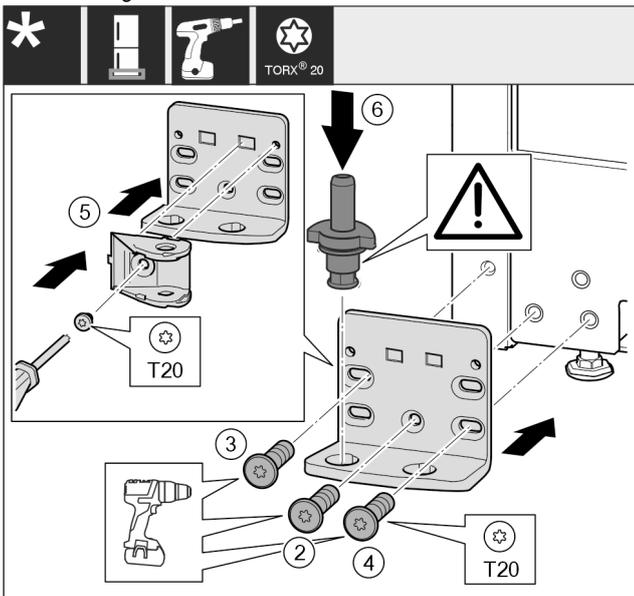

Fig. 39
- ▶ 将托架安装到另一侧，并借助螺丝刀旋紧。从底部中心的螺钉 Fig. 39 (2) 开始。
- ▶ 拧紧螺钉 Fig. 39 (3) 和螺钉 Fig. 39 (4)。
- ▶ 将关门阻尼器连接装置 Fig. 39 (5) 旋转 180°。用螺丝刀拧紧托架的另一侧。
- ▶ 将轴承螺栓 Fig. 39 (6) 完全装入。同时注意止动凸轮需指向后方。